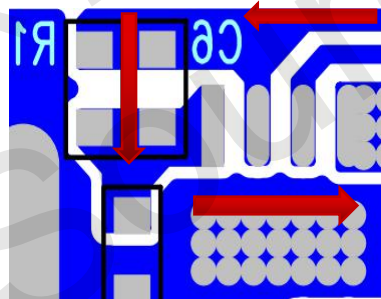

图 2
4.FB 管脚外置电阻应尽量靠近芯片，且布线足够宽。如图 2。